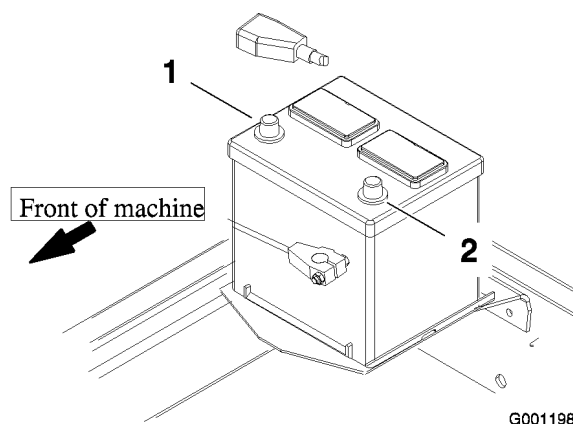

Figura 10
8. Instale primeiro o cabo positivo (vermelho) no terminal positivo (+) e depois o cabo negativo (preto) no terminal negativo (-) da bateria (Figura 10). Coloque a protecção de borracha sobre o terminal positivo para evitar um curto-circuito.